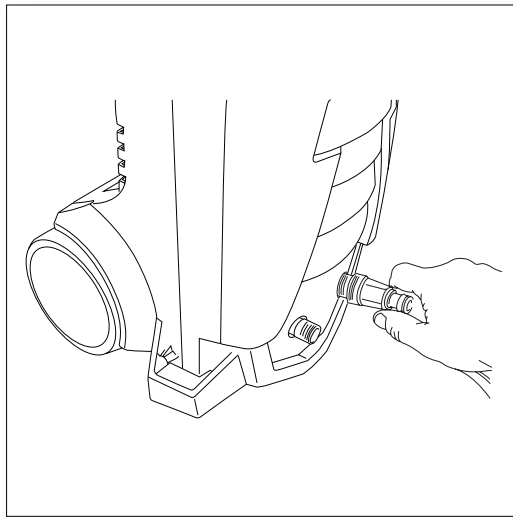
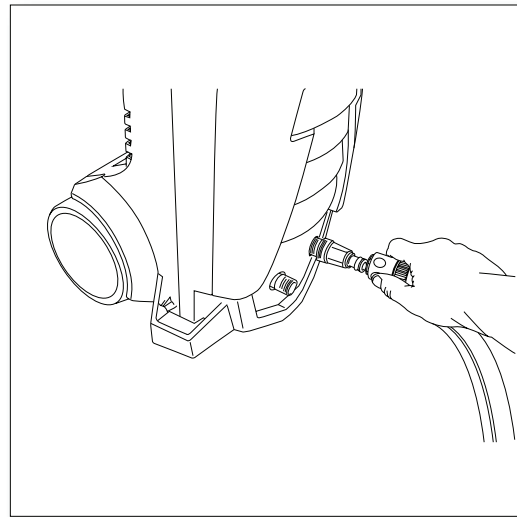

Fig. 15
Fig. 16
- Primero quite el recubrimiento plástico de fábrica de la entrada de agua ubicada en la parte frontal derecha de la hidrolavadora. Ajuste el filtro de conexión rápida a la hidrolavadora (Fig. 15) a mano. Deslice el casquillo de la manguera de jardín hacia el adaptador (Fig. 16), este hará un "clic" cuando se ajuste.